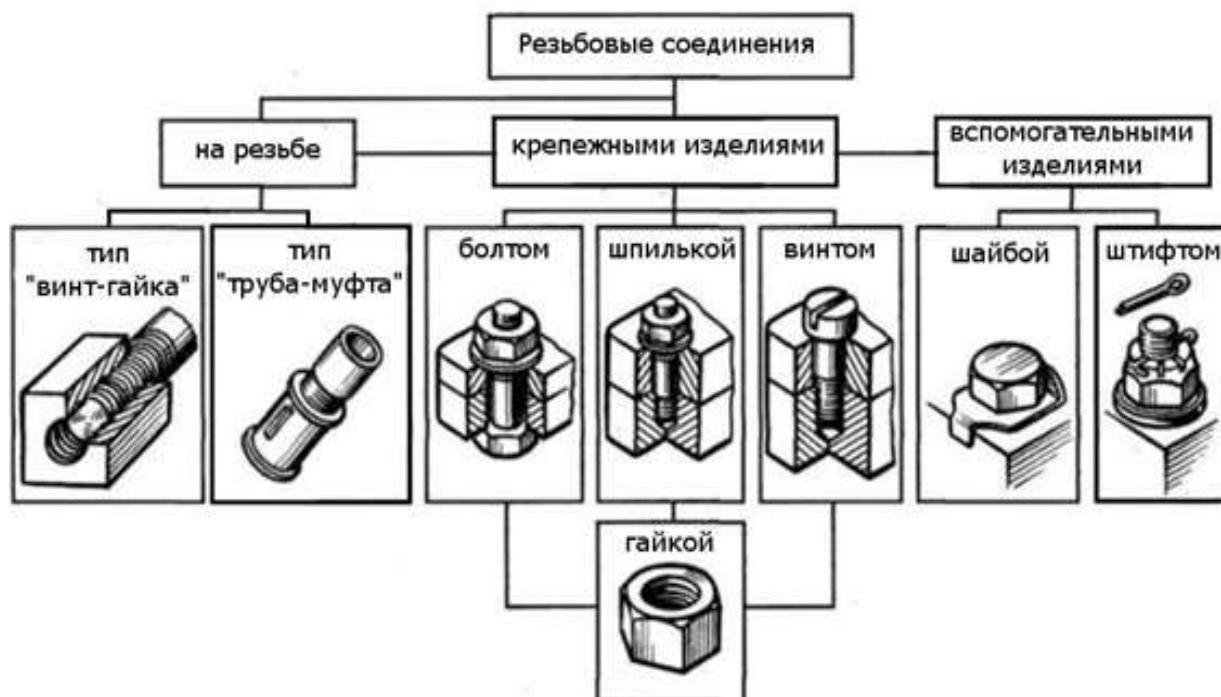

Рисунок 4. Резьбовые соединения
**Гайка** (Рис. 4) - это деталь с резьбовым отверстием, навинчиваемая на болт или на шпильку, и служащая для замыкания, скрепляемых с помощью болта или шпильки деталей соединения. При завертывании гайки на болт или шпильку нужно следить за тем, чтобы